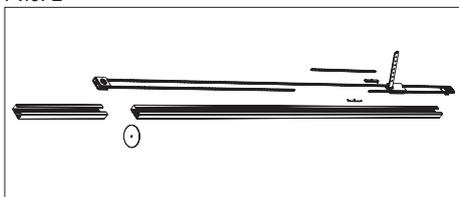

Рис. 5
При восстановлении электропитания необходимо перевести привод в автоматическое управление. Для этого переведите каретку в заблокированное состояние, потянув шнур расцепителя на себя (рис. 5). После этого подайте сигнал с пульта или кнопки управления, дождитесь сцепления каретки с цепью (ремнем).
6. Выполните подрезку направляющей и укоротите цепь до необходимых размеров (рис. 5).